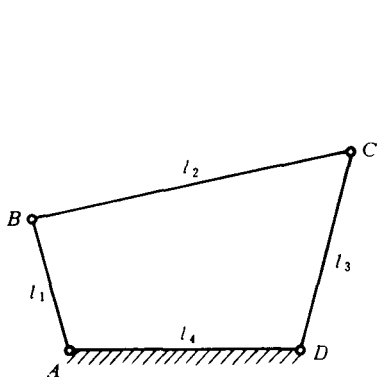

图 1-4
3. 如图 1-4 所示铰链四杆机构中, 已知 $l_2=50\text{mm}$, $l_3=35\text{mm}$, $l_4=30\text{mm}$, l_1 为变值。试讨论: